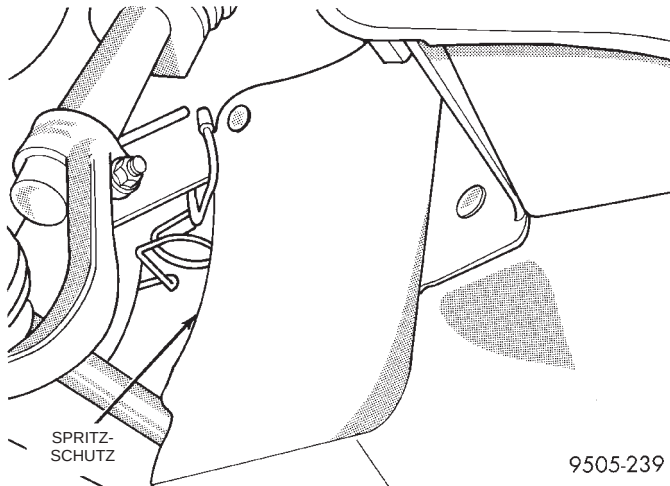

Abb. 25 Spritzschutz für Aggregateantrieb
(1) Minuskabel (-) von der Batterie abklemmen und isolieren.
(2) Das Servoöl mit einem Saugheber so gut wie möglich aus dem separat montierten Ölbehälter absaugen.
(3) Fahrzeug anheben.
(4) Rechtes Vorderrad abbauen.
(5) Spritzschutz für Aggregateantrieb (Abb. 25) vom rechten Radkasten abbauen.